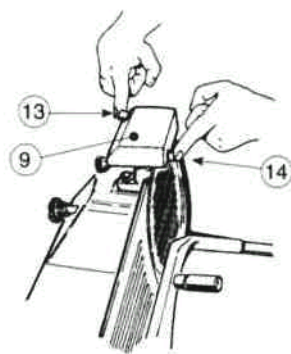

Fig. 2
- Ослабьте ручку блокировки (12) на группе заточки
- Поднимите группу заточки, повернув ее на 180° С таким образом, чтобы оба колеса заточки расположились в рабочей позиции, см. рис. 2
- Зафиксируйте группу, повернув ручку блокировки (12)
- Нажмите переключатель вкл./выкл. (1) и нажмите кнопку (13)
- После проверки, включите оборудование и нажмите кнопку (14) в течение 3 сек. для удаления заусенцев возникших в результате заточки ( в этой последней фазе оба колеса заточки будут работать)
- Поверните ручку регулировки (6) в исходное положение «0»